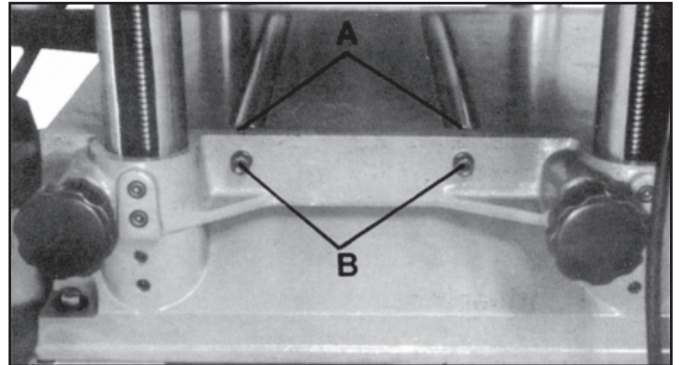

Figura 24
3. Afloje los tornillos (A, Figura 24).
4. Suba o baje los tornillos (B, Figura 24). Los rodillos se deben ajustar en el extremo opuesto del rodillo de la misma forma. Los rodillos de mesa deben estar siempre paralelos con la mesa.